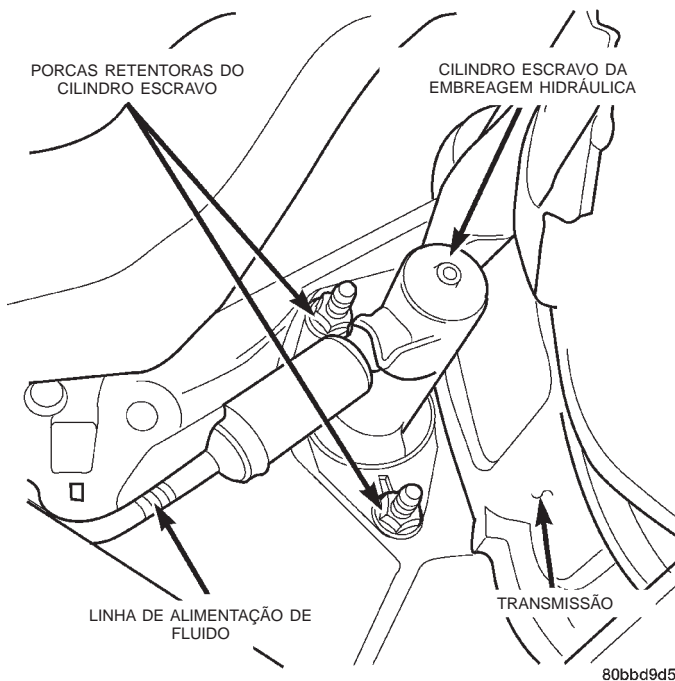

Fig. 21 Cilindro Escravo da Embreagem
(55) Remova as 2 porcas retentoras do cilindro escravo da embreagem (Fig. 21). Remova o cilindro escravo puxando-o diretamente para fora dos prisioneiros de montagem.